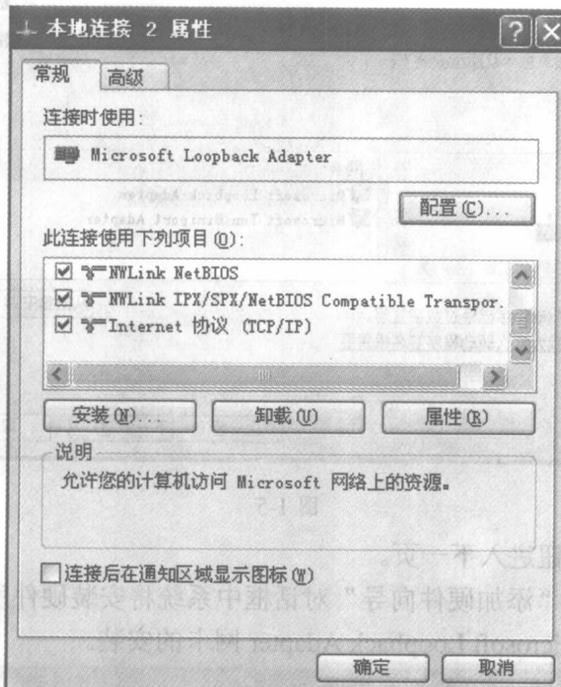

图 1-7
**Step 2** 在控制面板双击网络连接  图标并且选择刚安装的网卡 。单击鼠标右键，从快捷菜单中选择属性，打开它的属性对话框，如图 1-7 所示。选取“(TCP/IP) 协议”并单击属性按钮，输入“IP 地址”、“子网掩码”、“默